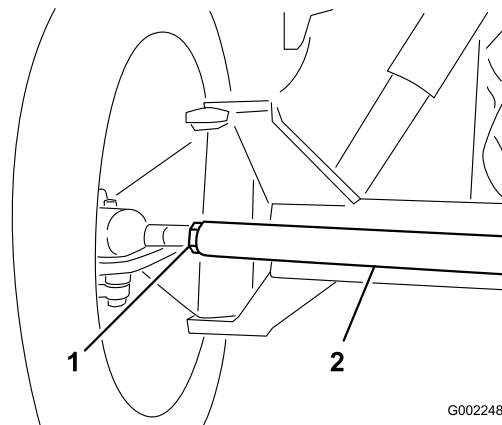

Figura 84
3. Si la distancia no está en el intervalo especificado, afloje las contratuercas en ambos extremos de la biela (Figura 84).